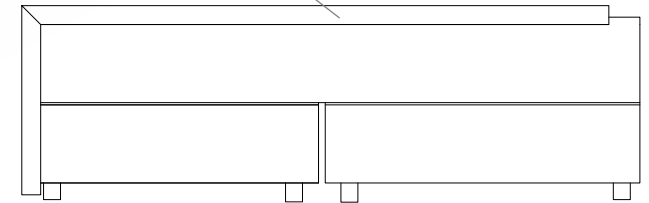

Рис. 8 Обрамление
- Обрамлять панели возможно уголковым профилем через заранее подготовленные отверстия min $\Phi 4$ mm, но не более диаметра шапки самореза, уголок крепится к сайдингу саморезами 3,5x50мм. (Рис.8).